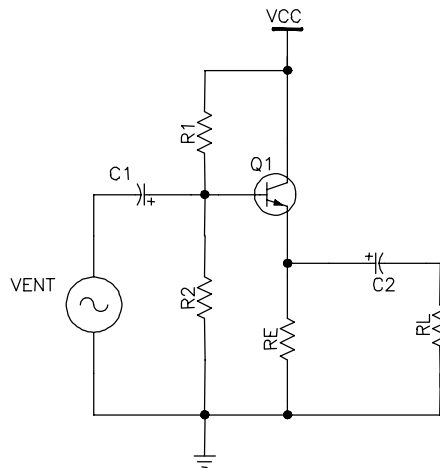

Figura 4-25
A Figura 4-25 mostra um seguidor de emissor. Como o coletor está no terra para ca, ele é um amplificador coletor comum (CC). O gerador de sinal está acoplado à base do transistor por meio de um capacitor de acoplamento.